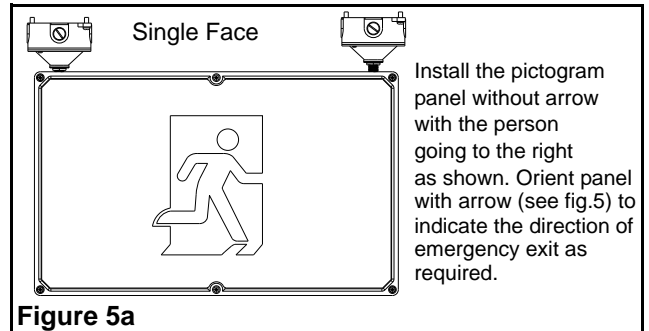
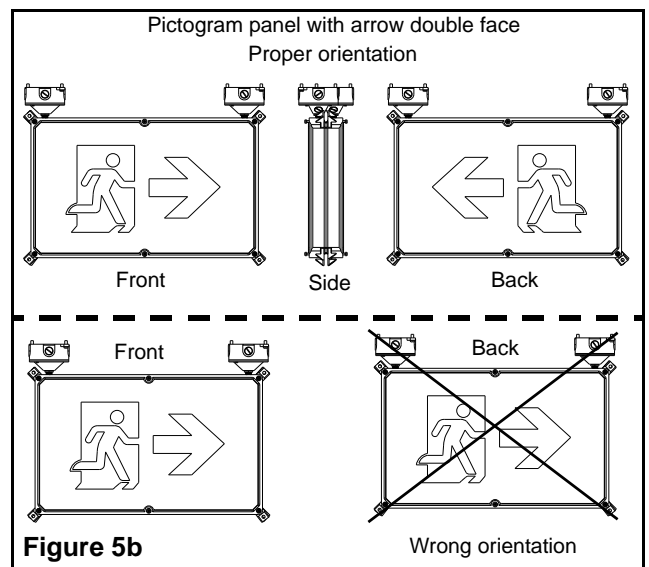

Figure 5a
Figure 5b
5. Install the housing(5) and canopy assembly {including the gasket (10)} to the junction box(9) using the junction box screws (not supplied).
6. Select the proper pictogram panel(3) (see fig. 5a and 5b). Place the opal diffuser(4) in first then place the pictogram panel on top of the opal diffuser while making sure to peel off the protective film.
Pictogram panel needs to be oriented as per fig.5a and 5b. For double face units, arrows need to be pointing in the opposite directions as shown in fig.5b. **Matte side of the pictogram panel must be facing the opal diffuser.**
La monture de panneau et le panneau pictogramme doivent être orientés selon la fig. 5a et b avec les deux extrusions vers le haut. Pour les versions à montage en double, les panneaux pictogrammes doivent être installés avec les flèches de façon opposée voir fig.5b. **Le côté mat du panneau pictogramme doit être face au diffuseur opale.**